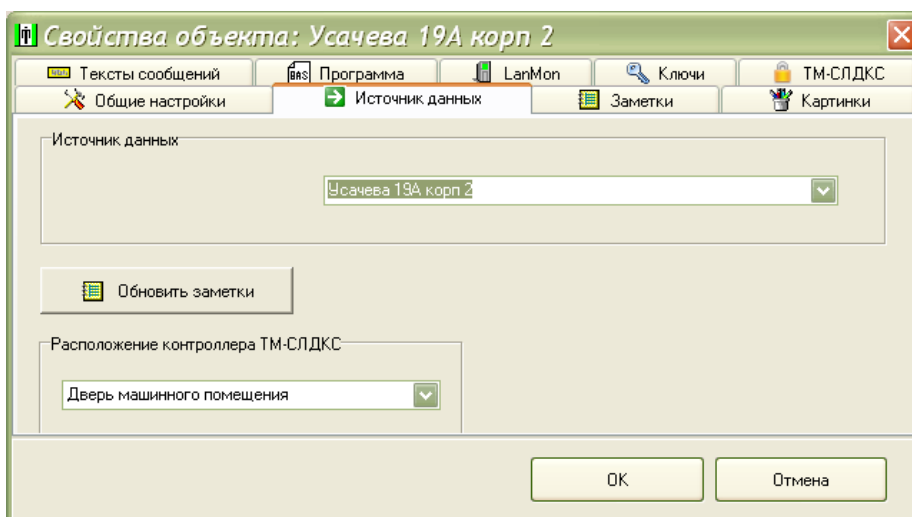

Рисунок 48
3) На вкладке «Источник данных» выбрать из списка источник данных, т.е. блок БДК-Л-3М2, БДК-Л-4М2, БДК-Л-3М2-УКЛ, БДК-Л-4М2-УКЛ, к которому подключен этот ТМ-СЛДКС, а также указать расположение ТМ-СЛДКС (рисунок 48).